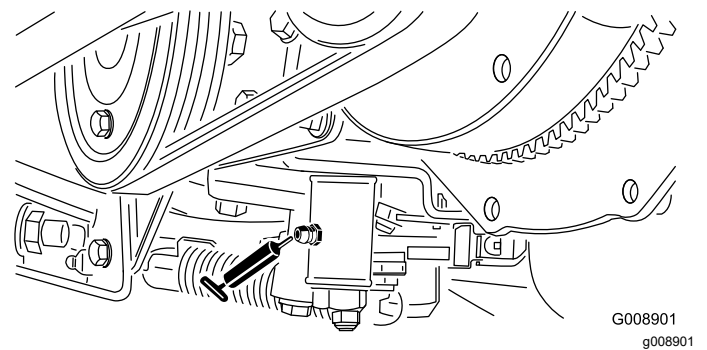

Bild 63
2. Heben Sie die Rückseite der Maschine unter dem Hinterradmotor an. (Bild 63).
- Leerlaufeinstellung (Bild 63)